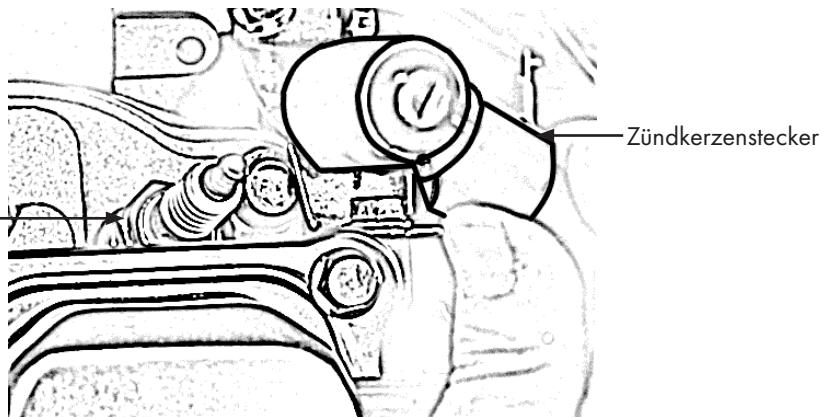

Abbildung 17
- Entfernen Sie das Zündkerzenstecker, Abb. 17.